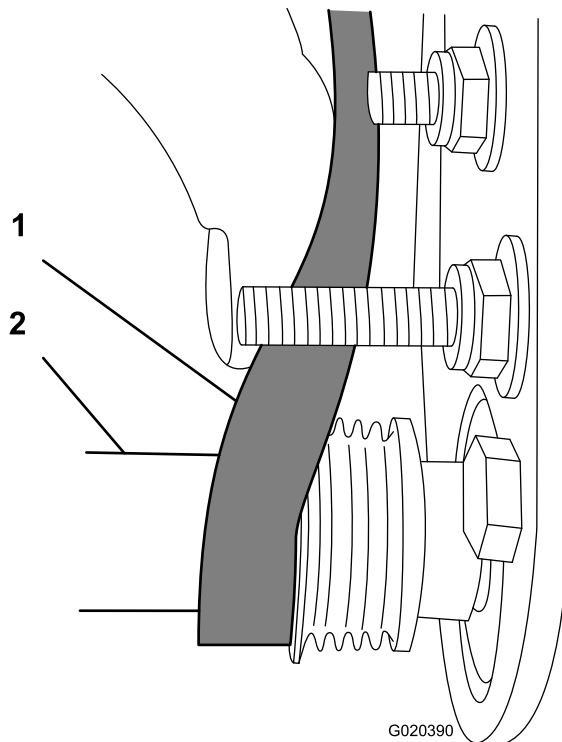

图 17
- 启动从动皮带轮上的皮带 图 17。
- 使用深套管 9/16 英寸旋转滚筒刷组件并把皮带引入从动皮带轮 图 17。